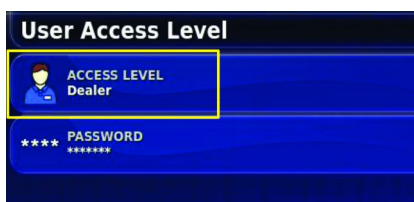

Рисунок 208
**Примечание:** На экране уровня доступа пользователя появится значок DEALER (Дилер) (Рисунок 208).